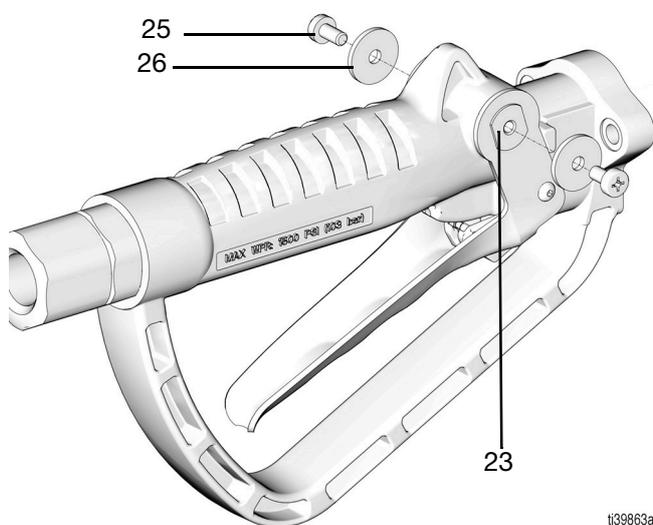

FIG. 24
2. Afloje la pieza giratoria (33) de la manguera y retire el medidor; a continuación, páselo a una mesa de trabajo para repararlo.
3. Quite los tornillos (25) y las arandelas (26) y aparte para volver a montar (FIG. 24).
4. Vuelva a poner la arandela (26) y los tornillos (25) y apriete a un par entre 1,69 y 2,82 N•m (15 y 25 lb-pulg.), consulte la FIG. 24.